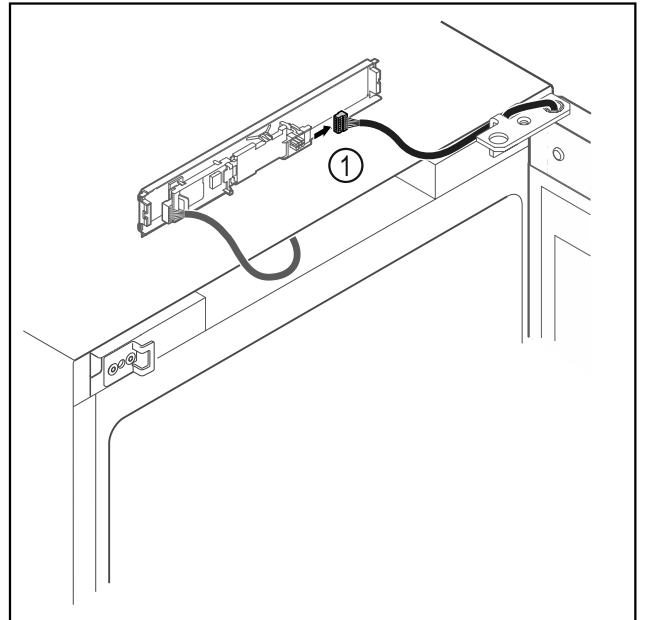

Fig. 20
- Αποσυνδέστε το φινιρ Fig. 20 (1) από την πλακέτα.